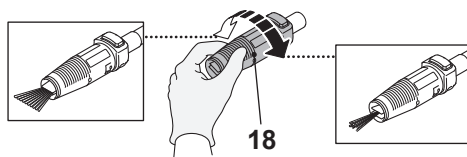

Fig. 9
2. Rotiți duza de Vario pentru a regla jetul de apă în funcție de suprafața care urmează să fie curățată (Fig. 9).